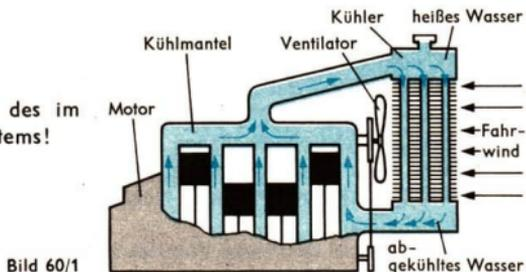

Bild 60/1
32. Erläutere die Wirkungsweise des im Bild 60/1 dargestellten Kühlsystems!